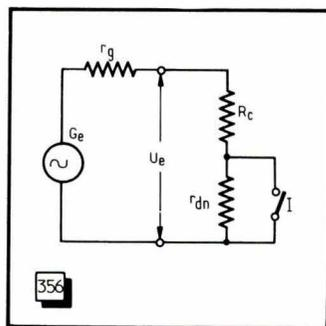
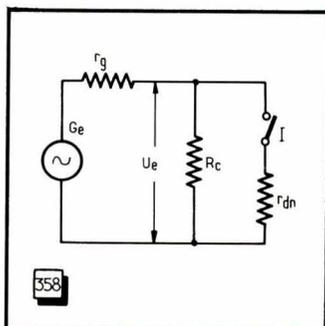

Fig. 356. — Principe d'un amplificateur du type série à diode tunnel, représentée ici par r_{dn}
Fig. 358. — Principe d'un amplificateur du type parallèle à diode tunnel, représentée également par r_{dn} .
Il ne nous est pas possible d'analyser en détail le fonctionnement des diodes tunnel en amplification et nous indiquerons seulement en quelques mots le principe de cette fonction. Supposons donc qu'un générateur de tension G_e , de résistance interne r_g et délivrant une tension U_e , se trouve chargé sur une résistance R_c en série avec une résistance négative r_{dn} , qu'il est possible de court-circuiter à l'aide d'un interrupteur I (fig. 356).
Etant donné que l'élément « amplificateur » du montage de la figure 356 est un dipôle, c'est-à-dire un élément à « deux fils » (comme une résistance, une capacité, une
du « facteur de puissance introduite » K_{p1} , qui exprime le rapport de puissances dans le circuit d'utilisation avec et sans diode tunnel. En effet, sans diode tunnel le circuit de la figure 356 est, comme on dit, passif : il ne peut que transmettre l'énergie qui lui est fournie et introduire un affaiblissement, mais ne peut, en aucun cas, apporter par lui-même la moindre puissance. Mais cela devient possible si on y introduit un dipôle actif, en l'occurrence une diode tunnel.
Le schéma de principe de la figure 356 représente un amplificateur du type série, ainsi appelé parce que le circuit de charge s'y trouve en série avec la diode tunnel, c'est-à-dire la résistance négative. Par conséquent, l'intensité est la même dans R_c et dans la diode et le gain porte sur la tension et la puissance.
Mais on peut également envisager un montage où la diode tunnel se trouve en parallèle sur la résistance de charge R_c , ce qui donne un amplificateur du type parallèle. La tension restant la même aux bornes de R_c et de r_{dn} , on a affaire ici à une amplification en intensité. Le schéma de principe sera celui de la figure 358, avec la même signification pour les différents éléments que dans le cas de la figure 356. Le graphique correspondant sera celui de la figure 359. La construction de la courbe résultante s'y fait par addition des intensités, c'est-à-dire en faisant, pour le point d de la courbe (3), $ab + ac = ad$.